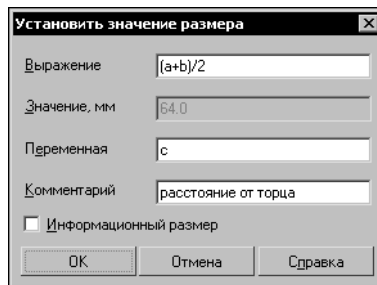
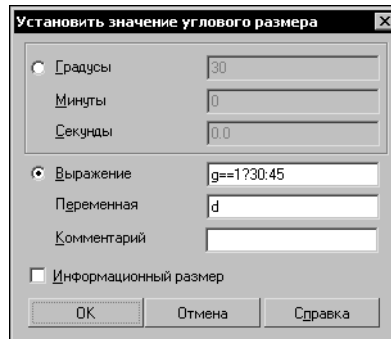

Рис. 115.7. Диалог установки значения размера
Рис. 115.8. Диалог установки значения углового размера
- ▼ включить опцию **Информационный размер** в диалоге установки значения размера (см. рис. 115.7).
Чтобы создать переменную, соответствующую размеру, необходимо ввести ее имя в диалоге установки значения размера (рис. 115.7). Этот диалог появляется на экране:
На рис. 115.7 показан диалог установки значения линейного, радиального и диаметрального размера. Диалог установки значения углового размера приведен на рис. 115.8. Присвоение имен переменных и ввод выражений при работе с угловыми размерами производятся так же, как при работе с линейными, диаметральными и радиальными размерами.